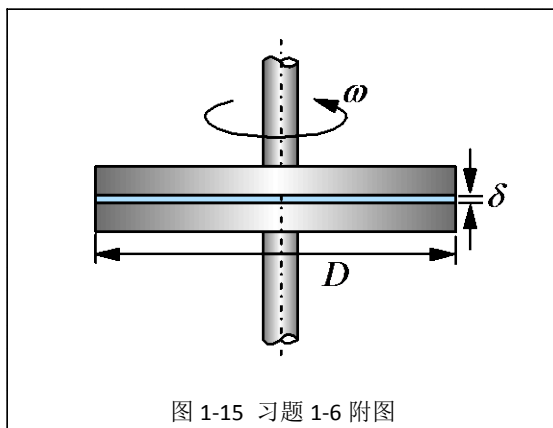

图 1-15 习题 1-6 附图
**1-6** 图 1-15 所示为两平行圆盘，直径为  $D$ ，间隙中液膜厚度为  $\delta$ ，液体动力粘性系数为  $\mu$ ，若下盘固定，上盘以角速度  $\omega$  旋转，求所需力矩  $M$  的表达式。